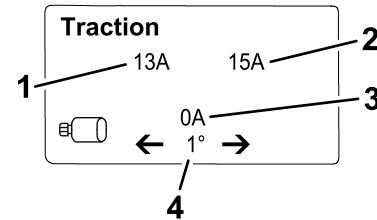

Bild 22
- **Fahrinformationsbildschirm (Bild 22):** Zeigt den aktuellen Lenkwinkel und den Amperewert für jeden Fahrmotor an.